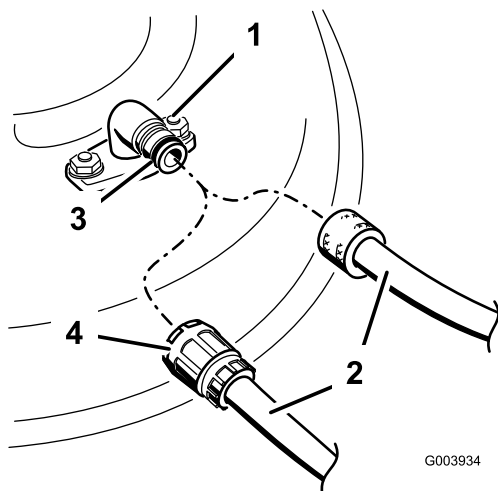

Figura 58
3. Montate il manicotto del tubo flessibile sul raccordo di lavaggio del tosaerba, quindi aprite il rubinetto per erogare un getto forte (Figura 58).